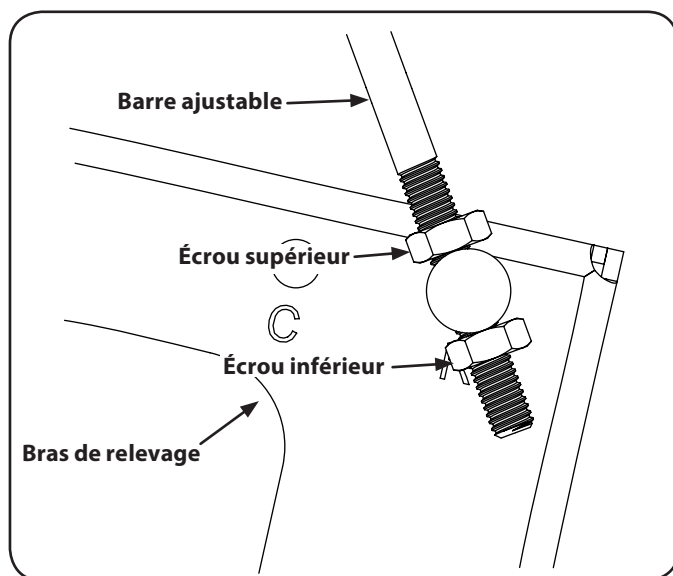

Figure 6-4
3. Desserrez l'écrou inférieur situé sur la barre ajustable qui est fixée au bras de relevage pour abaisser le plateau, puis serrez l'écrou supérieur pour fixer le plateau. Desserrez l'écrou supérieur et serrez l'écrou inférieur pour fixer le plateau. Voir Figure 6-4.